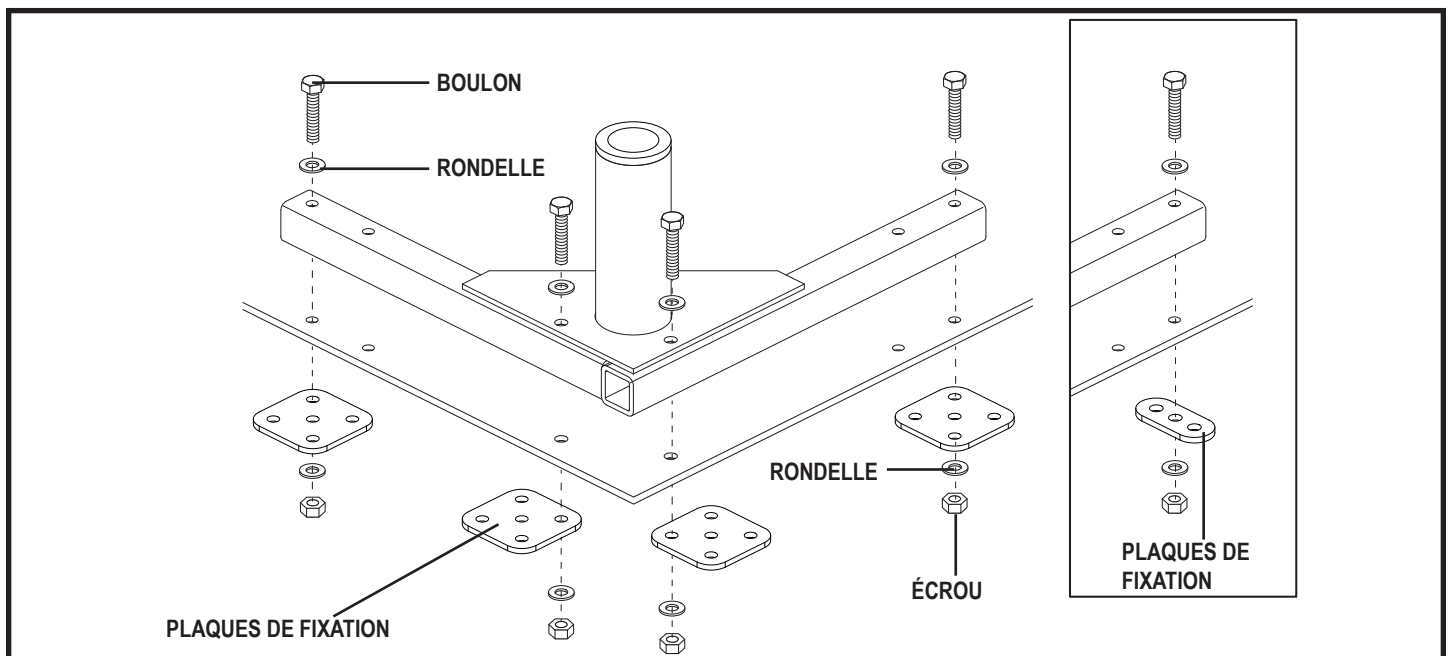

Figure 8. Fixer la base en L
2. Si tout est dégagé sous la base en L, marquez la position des trous de montage et percez-les en utilisant un foret de 3/8 po. Percer tous les trous de montage à partir de l'intérieur du véhicule. **Voir la figure 8.**
5. À partir du dessous du véhicule, installez les plaques de fixation, les rondelles de montage, et les écrous sur tous les boulons de montage et serrez. **Voir la figure 8.**